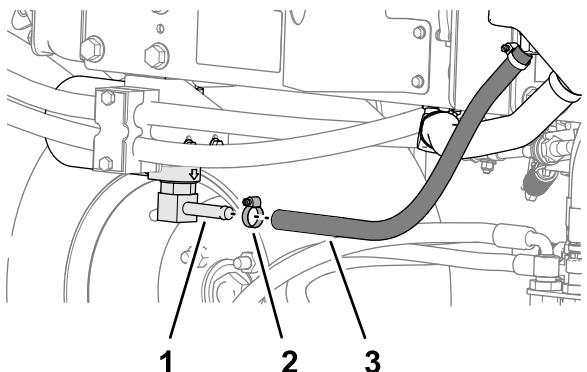
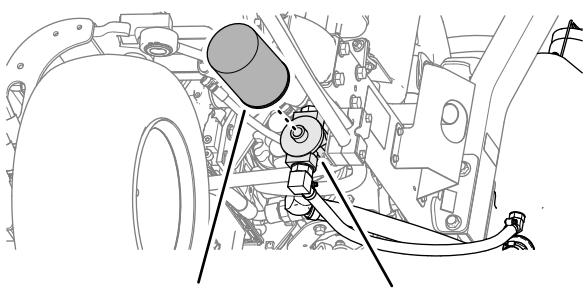

Figura 89
Figura 90
2. Desconecte la manguera hidráulica (Figura 89) o retire el filtro hidráulico (Figura 90) y deje fluir el fluido hidráulico en un recipiente apropiado.